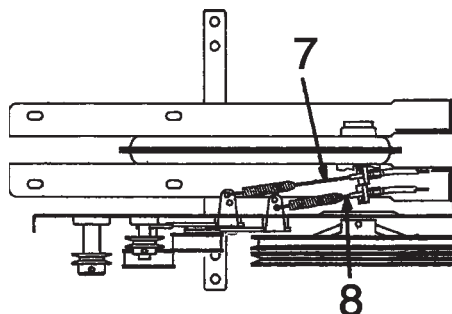

Рис. 11
- 6) Проверьте, чтобы наладочные устройства и пружины (для управления передним и задним ходом) были монтированы согласно Рис. 11, т.е.:
- передача управления передним ходом: рычаг No 2 на ручке (7)
- передача управления задним ходом (если он есть): рычаг No 7 на ручке (8)